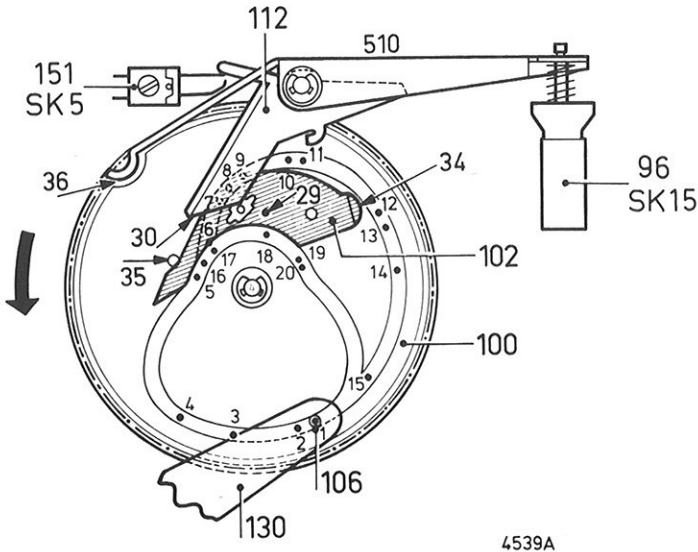
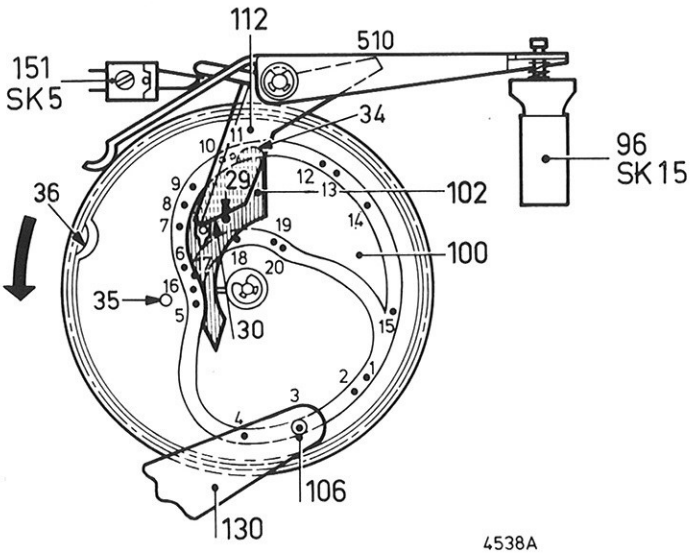
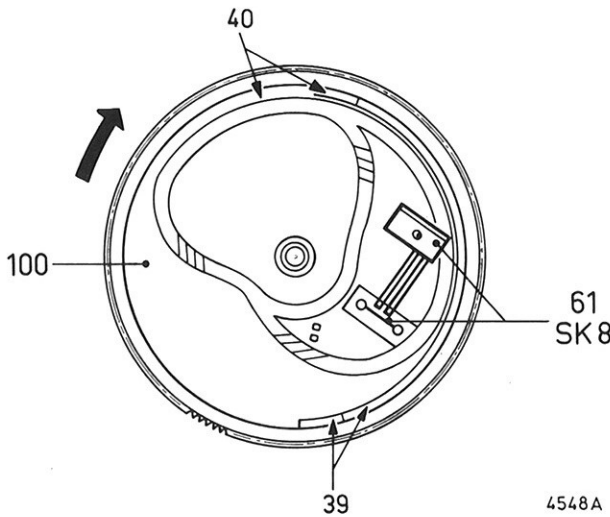

Fig. 1
Fig. 2
Fig. 3
Omdat relais L1 (86) even bekrachtigd werd, kwamen de beugels 97 en 112 vrij. Beugel 112 neemt een zodanige stand aan, dat zijde 30 van beugel 112 tijdens het draaien van kommandoschijf 100 tegen as 29 van stuurplaat 102 zal komen en deze zal omklappen. Fig. 1 toont de uitgangssituatie van de kommandoschijf 100 met stuurplaat 102, waarbij SK5 (151) open is, beugel 510 in zijn uitgangssituatie staat en pen 106 van kommandobeugel 130 eveneens. Fig. 2 toont de situatie na bekrachtiging van relais L1 (86) waarbij SK5 (151) gesloten is, stuurplaat 102 reeds is omgeklapt, beugel 510 een bepaalde stand heeft aangenomen en pen 106 van kommandobeugel 130 reeds in stand 3 van de baan in de kommandoschijf staat. Hieronder volgt een opsomming van de kommando's, die de kommandoschijf tijdens de opzetcyclus zal geven. In de opzetbaan van de kommandoschijf zijn de standen 1-15 aangegeven, die pen 106 voor de opzetcyclus gaat volgen. Fig. 3 toont de situatie van de onderzijde van de kommandoschijf.
5. Aanslagbeugel 53 gaat omhoog door as 33 van aanslagbeugel 53, welke over verhoging 39 van onderzijde kommandoschijf 100 loopt (fig. 2, 3 en 4). P.U. arm 165 in uiterste buitenste stand
12. Aanslagbeugel 53 gaat weer omlaag via een verlaging 40 op onderzijde kommandoschijf 100 (fig. 3, 4).
13. Nok 35 van kommandoschijf 100 brengt beugel 112 weer in zijn blokkeerpositie. SK5 (151) gaat weer open (fig. 2)